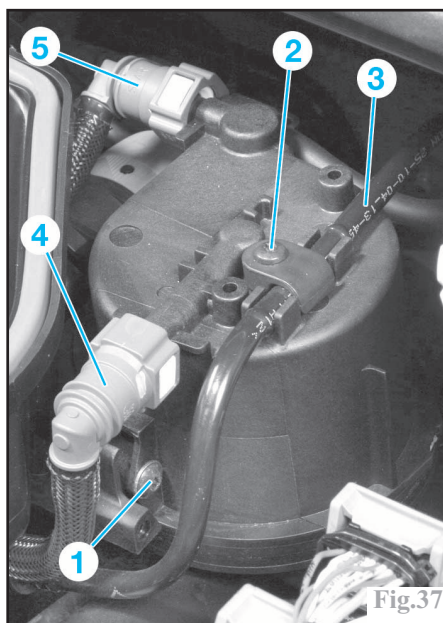

Fig.37
Sur le boîtier du filtre (Fig.37), déposer :
Désaccoupler les tuyaux (4) et (5) et les obturer à l'aide de bouchons appropriés (Fig.37).